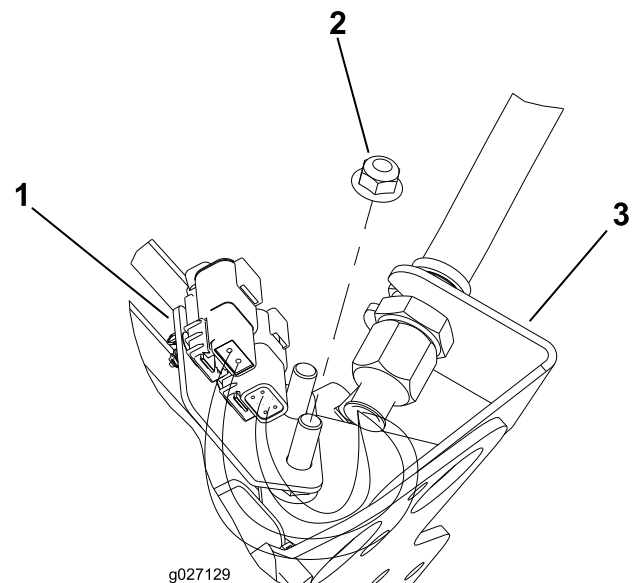
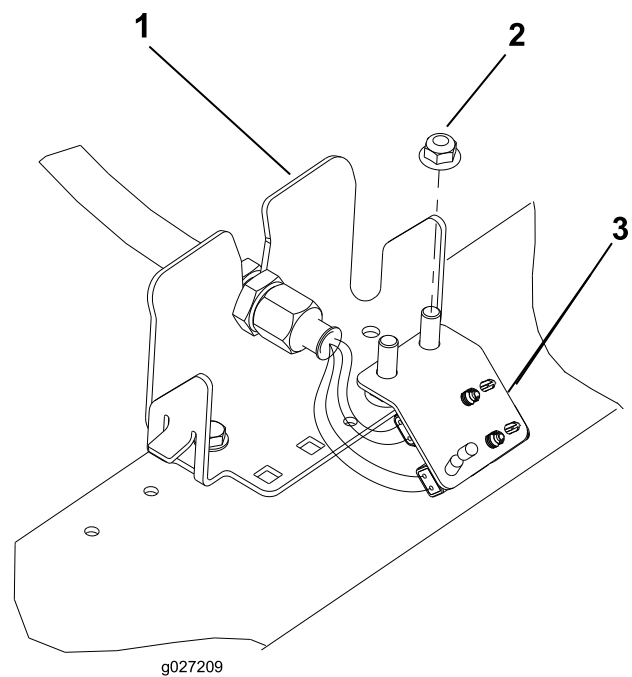

Figure 2
Figure 5
6. Répétez la procédure pour les (4) autres emplacements de cloison, comme montré de la Figure 2 à la Figure 5.